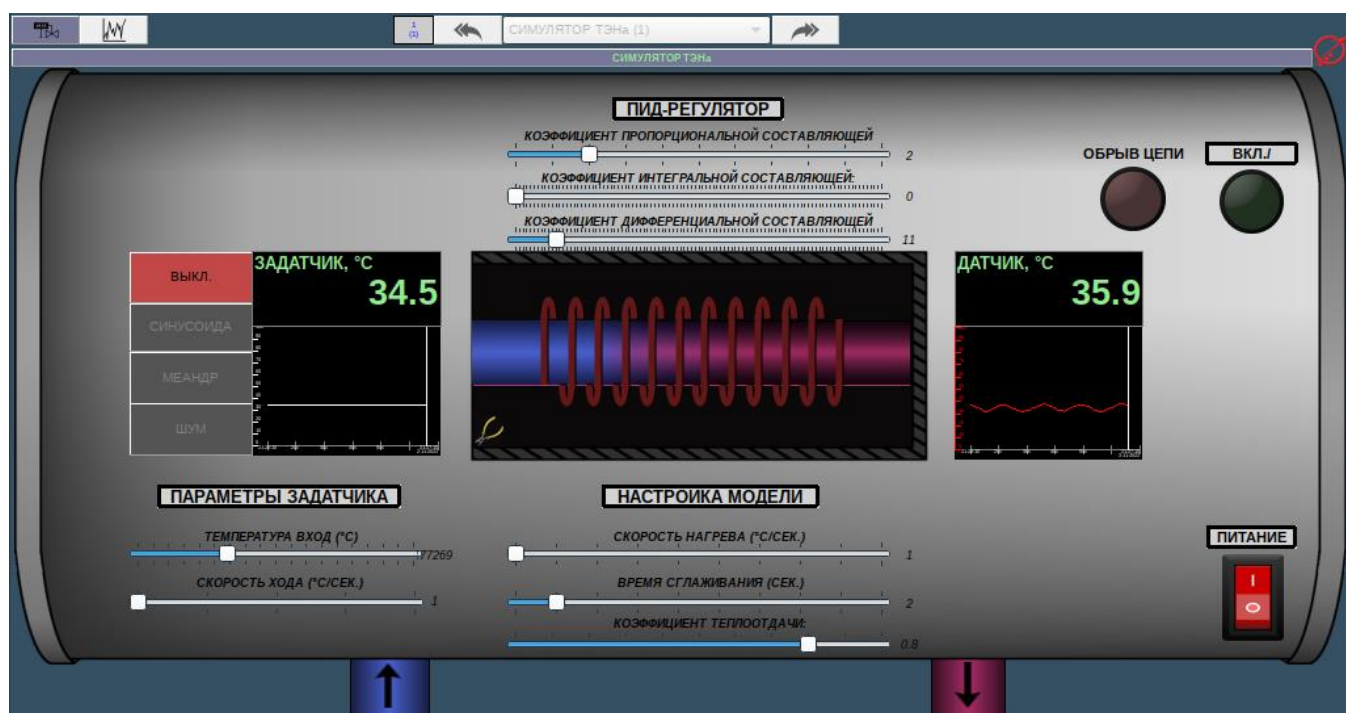

Рис. 26
3.2.4.2. Рабочая область главного окна программы размещена в центральной части окна (рис. 26) и включает в себя: